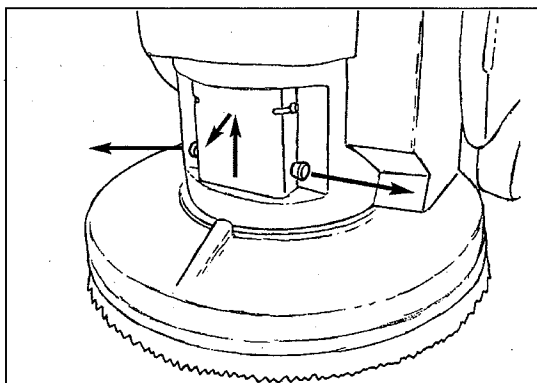
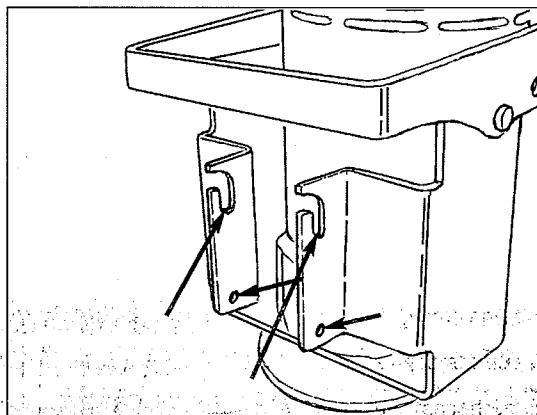

Figure 18
Figure 19
- **Étape Volume** - À l'étape Volume du chargement, le voyant rouge est illuminé sur le chargeur (Voir Figure 18). Pendant cette étape, le chargeur fournit sa puissance ampère totale aux batteries. Il continuera à charger les batteries à ce taux jusqu'à ce qu'elles atteignent environ 75% de leur capacité.
N.B. : Il n'est pas nécessaire de retirer l'assemblage du boîtier de la brosse lorsque vous retirez ou installez la brosse ou le porte-disque. Pour un meilleur accès à la brosse ou lorsque vous faites monter la machine sur une rampe, l'assemblage du boîtier de la brosse peut être retiré. Pour retirer l'assemblage du boîtier de la brosse, tirez vers l'extérieur la tige sur ressort située sur le côté gauche du boîtier, puis tirez, vers le haut et vers l'extérieur, l'assemblage du boîtier de la brosse (Voir Figure 18). Réinstallez l'assemblage du boîtier de la brosse dans l'ordre inverse, en s'assurant que la barrette dans le boîtier de la brosse est insérée dans les deux fentes situées dans le bâti du moteur et que la tige sur ressort est fixée en position (Voir Figure 19).